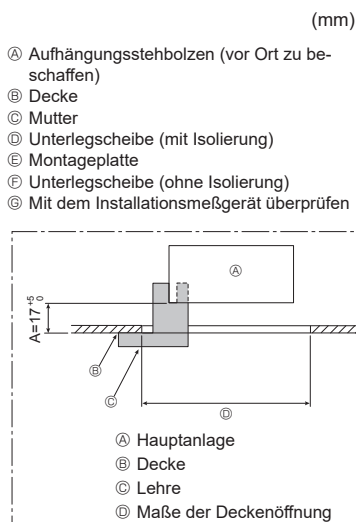

Fig. 2-6
- Darauf achten, daß Schritt A innerhalb von 17-22 mm ausgeführt wird. Nichtbeachtung dieses Bereichs kann Schäden nach sich ziehen. (Fig. 2-6)